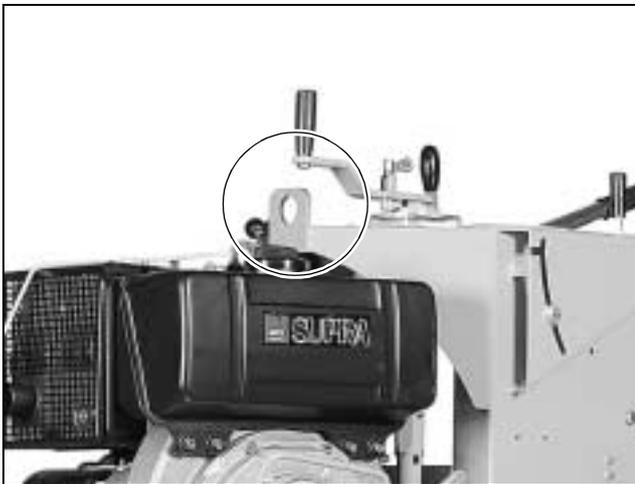

Fig. 7.1 Golfare per il trasporto con gru
- Per il trasporto con una gru, sulla macchina è presente un golfare (Fig. 7.1).